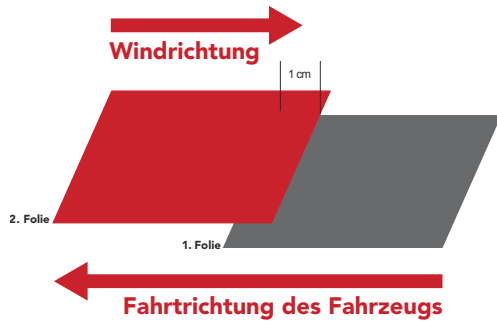

Abbildung 24
- Vertikale Verklebung auf einer beweglichen Fahrzeugfläche: Die Verarbeitung erfolgt stets von hinten nach vorn, die zweite Folie überlappt die erste usw. (Abb. 24)